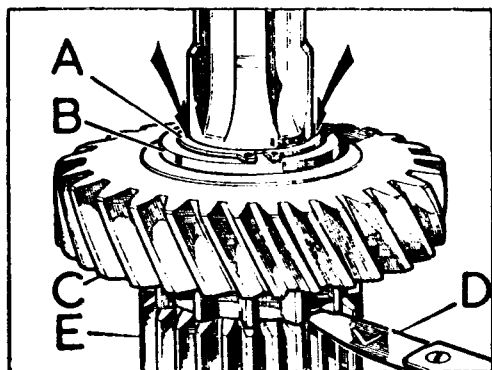

Fig. C1-39 Comprobación del juego longitudinal del piñón de "alta"
- 3.1. Montar el piñón de "alta", C (Fig. C1-39) sobre el eje de salida, E, y, a continuación, la arandela de empuje, B, y el arillo-fiador, A.